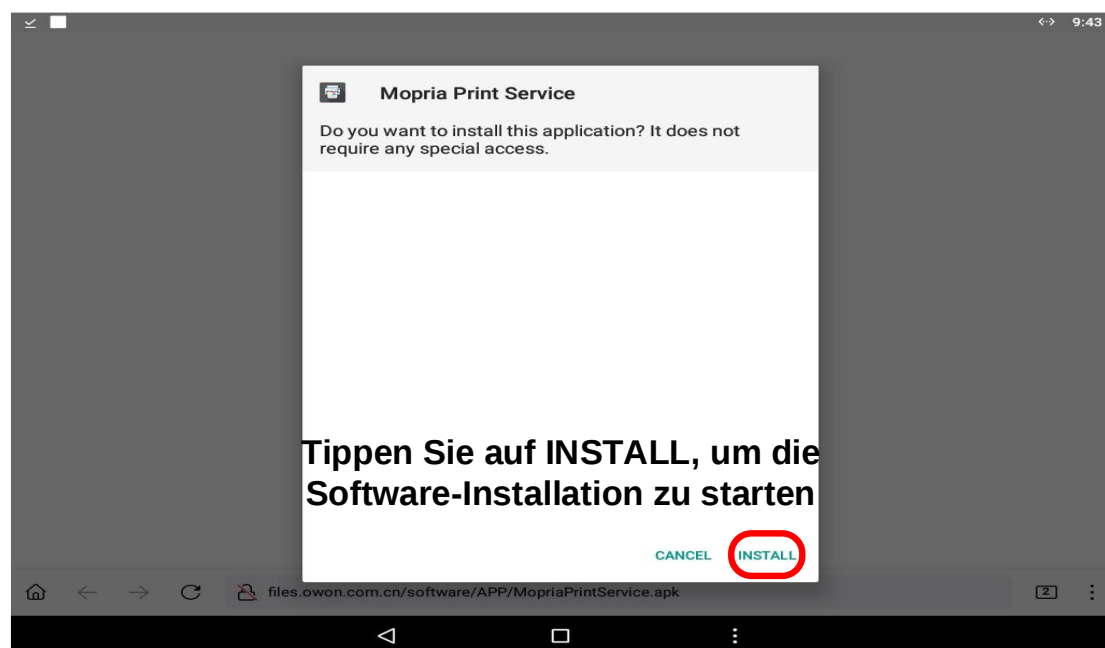

Abbildung 3
③ Tippen Sie auf **INSTALL**, um die Installation der Druck-App zu starten, wie in Abbildung 3 dargestellt.